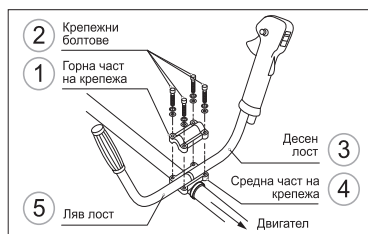

рис. 2
- Свалете горната част на блока за присъединяване на дръжката (1, рис. 2), като развийте 4 винта 2 (рис. 2). Поставете дръжките (3 и 5, рис. 2). На дясната дръжка (3, рис. 2) има панел за управление на работата на двигателя, превключателят на дясната дръжка трябва да е ориентиран по посока на редуктора.